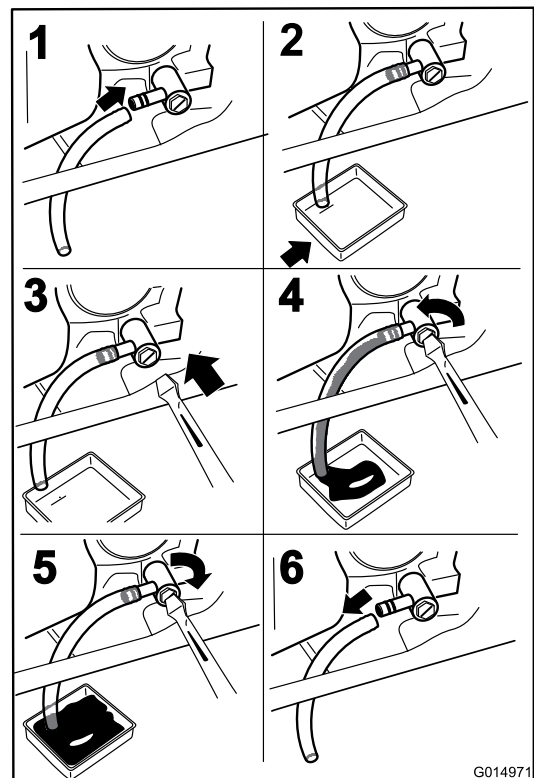

Figura 30
3. Pare el motor, retire la llave y espere a que se detengan todas las piezas en movimiento antes de abandonar el puesto del operador (Figura 30).